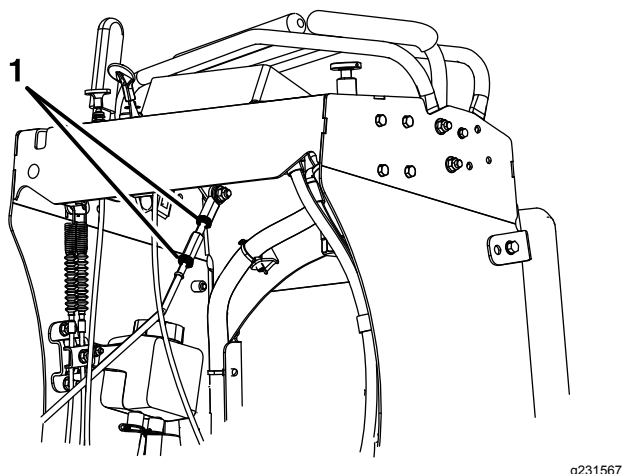

Figure 44
- A. Laissez les leviers de commande revenir au point mort et desserrez les deux écrous de blocage sur la tringlerie de réglage hexagonale (Figure 44).
- C. Resserrez les écrous de blocage (Figure 44).